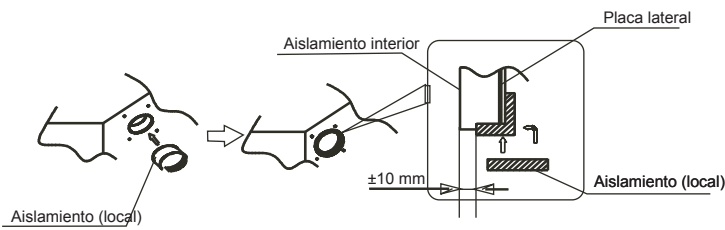

Fig. 5-5
- Coloque el aislamiento con firmeza alrededor del agujero de la unidad como se muestra. Los extremos de la placa lateral y el aislamiento interior deben estar completamente adheridos sin dejar holgura en toda la circunferencia del orificio. Asegúrese de que la superficie interior del aislamiento esté en contacto directo con el extremo aislante interior y la placa lateral. (véase la Fig. 5-5)